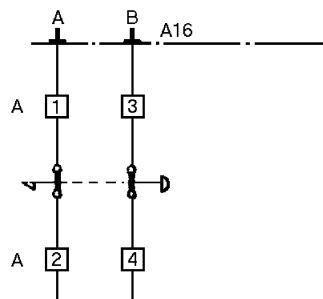

Fig 11
- Externer Notstopp, siehe Abb. 11 auf Seite 28.